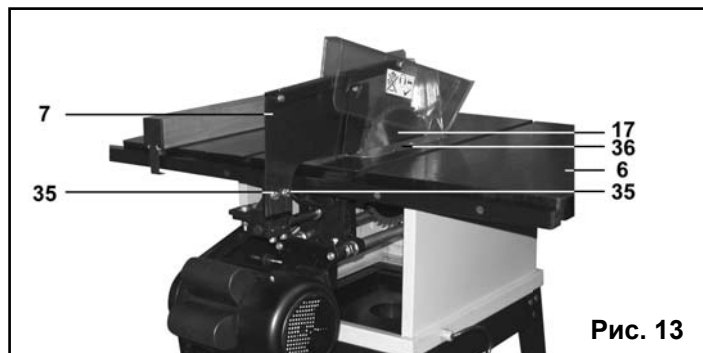

Рис. 13
8.5. Установка узла защитного кожуха диска с расклинивателем и антиотбрасывателем (Рис. 13 - 15)